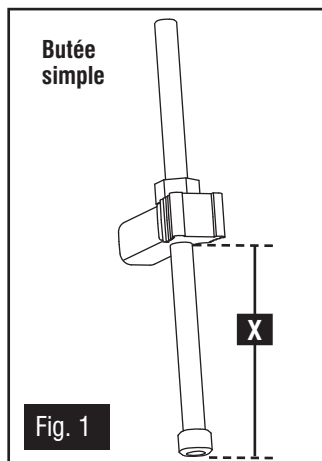

Fig. 1
Il est possible de régler les guides de profondeur de fraise pré-réglés, fixés à gauche du système OMNIJIG®, comme indiqué à la fig. 1, selon vos besoins. Pour ce faire, desserrer l'écrou hexagonal (C) et faire tourner le guide pour l'abaisser ou le remonter. Serrer l'écrou hexagonal pour fixer le guide.
Pour remettre un guide quelconque à sa configuration d'usine, soit pour un assemblage à queues d'aronde traversantes ou miniatures traversantes, régler la distance A-B à 28,6 mm (1 1/8 po) comme indiqué à la fig. 1.
Étiquette de la butée simple	Distance « X » (Fig. 1)